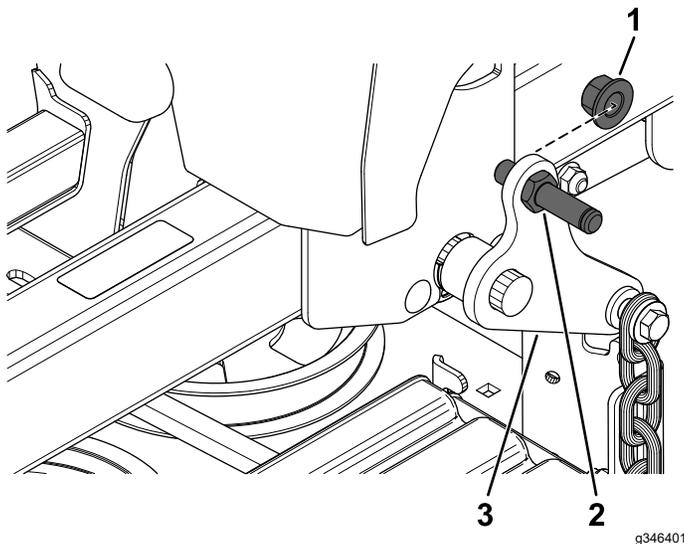

Bild 9
1. Sichern Sie den Lagerbolzen am hinteren Mähwerkhubarm mit einer Sicherungsmutter (1/2"), wie in Bild 9 dargestellt.